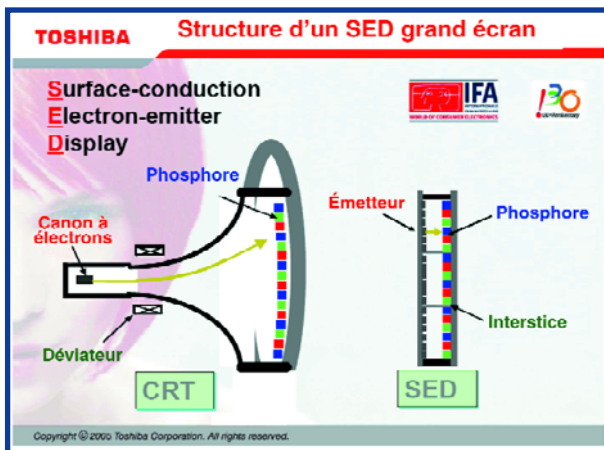

Figure 7.
L'un des critères essentiels auquel doivent répondre les technologies de fabrication d'écran est d'avoir des perspectives d'avenir solides. Les appareils à tube sont indubitablement en fin de cycle de production et disparaîtront du marché. La technologie du plasma restera intéressante pour les écrans de grande taille plus particulièrement. Les OLED ont déjà trouvé quelques petites niches du marché. Les LCD ont eux atteint une maturité de marché et de technologie indéniable, mais ils regorgent encore d'un énorme potentiel de développement. Les fabricants investissent de façon substantielle dans le R&D (Research & Development) - Sharp y consacre pas moins de 7% de son chiffre d'affaire annuel ! Les taux de croissance pointent eux aussi indéniablement vers les écrans plats tels que LCD et plasma. Les analystes s'attendent à un bond supérieur à 30% dans les ventes en 2005. On pense, en RFA, que l'on dépensera cette année plus de 1,5 milliard d'euro pour l'achat de nouveaux écrans. On s'attend, en 2006, à vendre 2,4 millions de LCD, 550 000 PDP et 170 000 projecteurs frontaux et 80 000 rétroprojecteurs, mais aussi encore quelque 3,2 millions de téléviseurs à tube. Il n'est pas exclu que le principe du rayon cathodique reprenne du poil de la bête, on a en effet vu apparaître une toute nouvelle technique. Toshiba et Canon développent en commun une technologie site SED (Surface-Conduction Electron Emitter Display). On nous promet des résolutions de 1 920 x 1 080 pixels, des temps de réaction courts, une faible consommation, de grandes diagonales (50 pouces et plus) ainsi qu'une luminosité importante sans rétro-éclairage. Le rapport de contraste devrait atteindre 100 000:1. Cette technique repose, comme dans le cas des téléviseurs à tube classique, sur l'émission ciblée d'électrons, qui amènent une couche de phosphore fluorescent incorporée à la surface de verre de l'écran à s'illuminer (cf. **figure 7**). Chaque point d'image dispose de son propre émetteur d'électrons. La première usine-pilote a démarré en août à Hiratsuka (J). Fion 2007, les Japonais veulent fabriquer 75 000 écrans par mois et se donnent comme objectif 30% de part du marché pour les écrans plats de plus de 50 pouces.